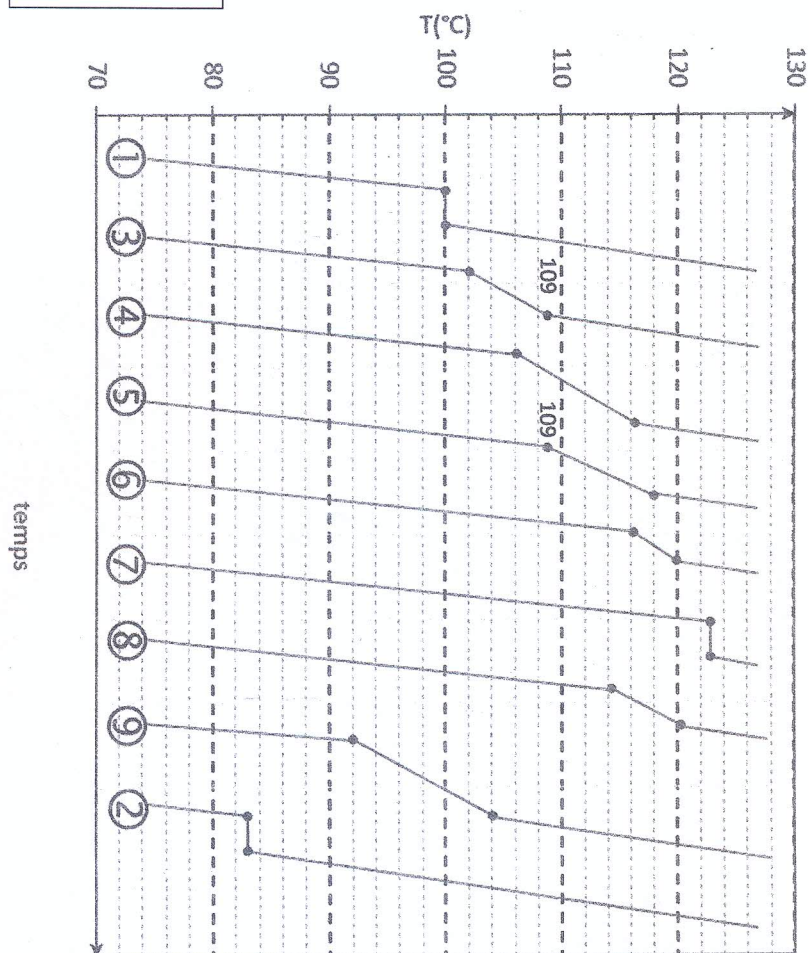

Figure 1
I. La figure 1 (page 6) illustre l'allure des courbes d'analyse thermique, obtenues lors du chauffage sous la pression atmosphérique normale (1 atm), à partir :
- de l'eau (H_2O noté E) liquide pure (courbe ①),
- de l'acide nitrique (HNO_3 noté A) liquide pur (courbe ②),